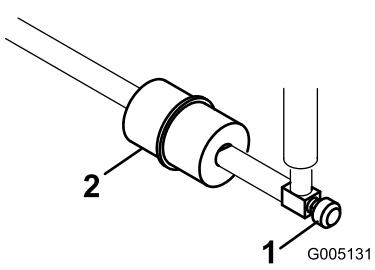

Figura 46
Existe um filtro no interior da tubagem de combustível, situado entre o depósito de combustível e o carburador (Figura 46). Certifique-se de que a seta existente no filtro se encontra dirigida para longe do depósito de combustível.
1. Feche a válvula de bloqueio do combustível, liberte a braçadeira de tubos que se encontra no carburador, na zona do filtro e retire a tubagem de combustível do filtro (Figura 46).
2. Coloque um recipiente de drenagem debaixo do filtro, liberte as restantes braçadeiras de tubos e retire o filtro (Figura 46).